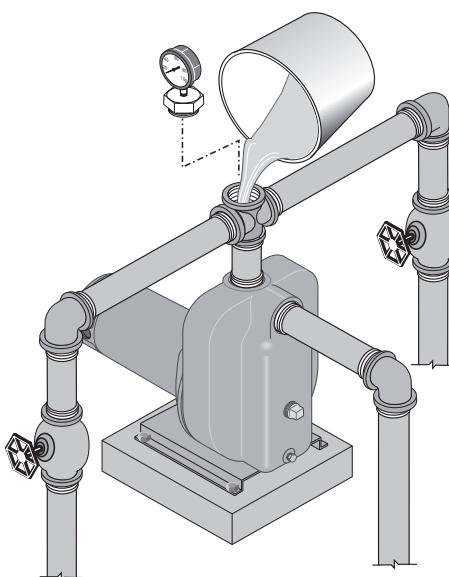

FIGURA 9 - RETIRE EL TAPÓN DE CEBADO Y LLENE LA BOMBA ANTES DE ENCENDERLA
2. Retire el tapón de cebado. Llene con agua la bomba y la tubería de succión (Figura 9). NUNCA ponga en funcionamiento la bomba en seco. Poner a funcionar la bomba sin agua en su interior dañará los sellos y puede derretir el impulsor y el difusor. Asegúrese de que la descarga (válvula, boquilla de manguera con empuñadura tipo pistola, etc.) esté abierta siempre que la bomba esté funcionando.